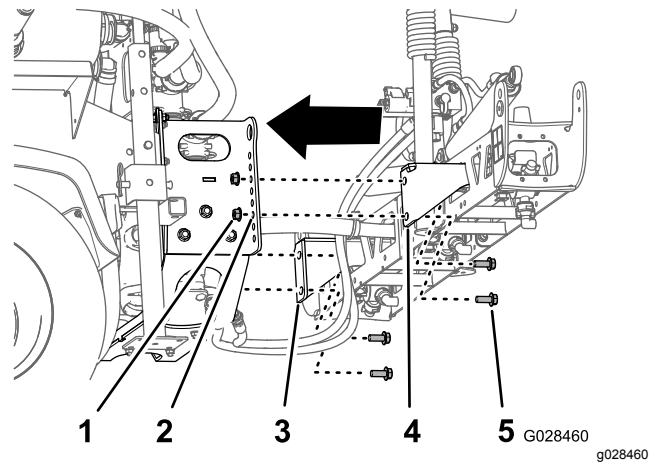

Figura 29
2. Alinee el orificio inferior de los soportes de montaje de la sección de brazo central con el tercer orificio contando desde abajo de los soportes del brazo del bastidor del fumigador, como se muestra en Figura 29.